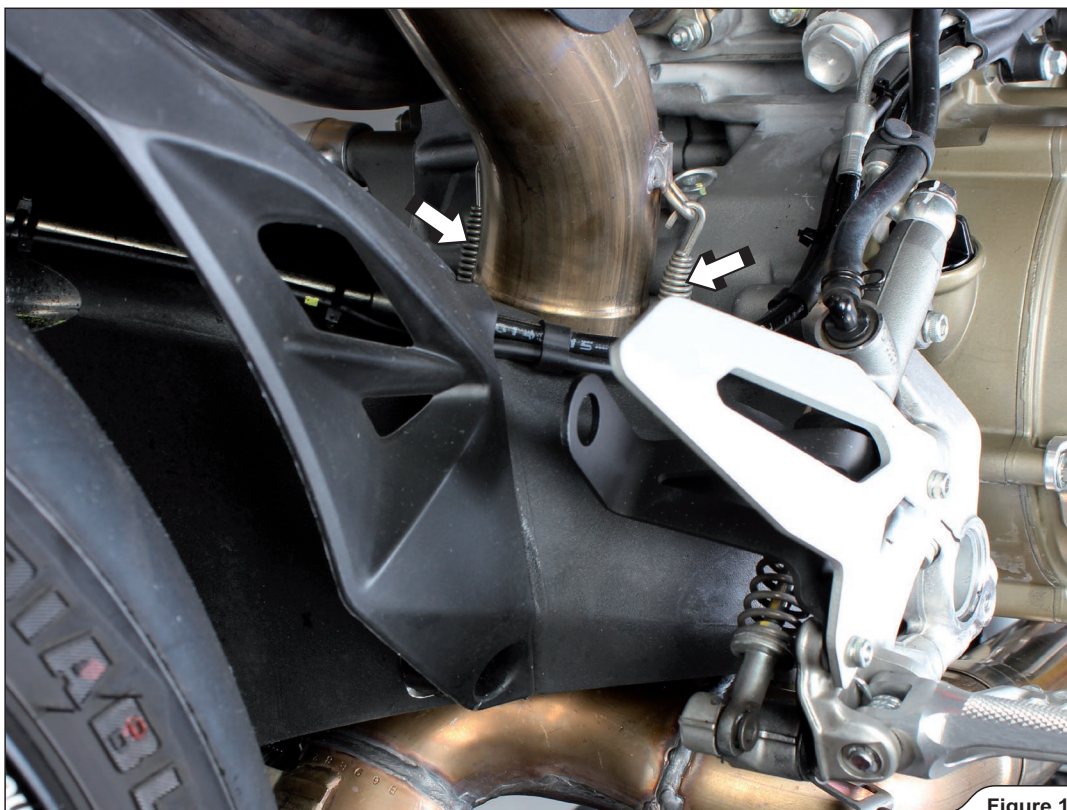

Figure 17
13. Décrocher les ressorts du collecteur arrière indiqués et déposer avec soin le collecteur du motorcycle (Figure 17).
13. Die angegebenen Federn des hinteren Krümmers aushaken und den Krümmer vorsichtig vom Motorrad entfernen (Figure 17).